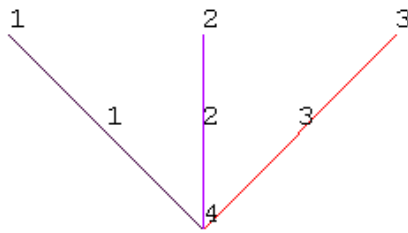

图12.29 生成单元
(8) 单击 **Main Menu>Preprocessor>Modeling>Create>Elements>Auto Numbered>Thru Nodes** 菜单，弹出图形拾取对话框，依次在图形视窗中选择节点 1 和 4，然后单击【**OK**】按钮，将连接节点 1 和 4 生成一个线单元 1。
(9) 接着单击 **Main Menu>Preprocessor>Meshing>Mesh Attributes>Default Attrs** 菜单，弹出单元特性设置对话框，修改实常数下拉列表框为【**2**】，单击【**OK**】按钮。重复步骤(8)，在图形视窗中依次选择节点 2 和 4，然后单击【**OK**】按钮，连接节点 2 和 4 生成线单元 2。
(10) 再次单击 **Main Menu>Preprocessor>Meshing>Mesh Attributes>Default Attrs** 菜单，修改实常数下拉列表框为【**3**】，单击【**OK**】按钮。重复步骤(8)，在图形视窗中依次选择节点 3 和 4，然后单击【**OK**】按钮，连接节点 3 和 4 生成线单元 3。结果如图 12.29 所示。